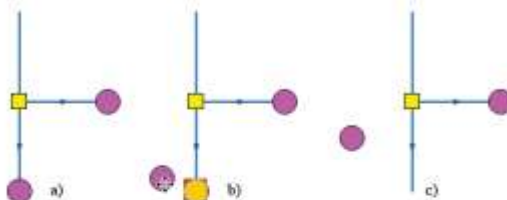

Рисунок 6.2. Перемещение объекта с отрывом от сети
4. Нажать левую клавишу мыши и, не отпуская ее, начать перемещение. (смотрите Рисунок 6.2. «Перемещение объекта с отрывом от сети» b). После начала перемещения клавишу Shift можно отпустить.
6. Отпустить левую клавишу мыши, для завершения перемещения. (смотрите Рисунок 6.2. «Перемещение объекта с отрывом от сети» c).